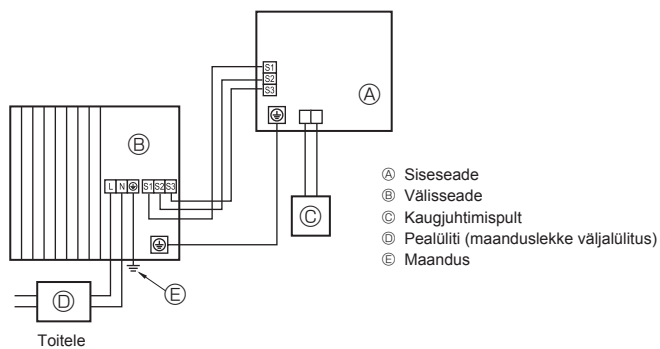
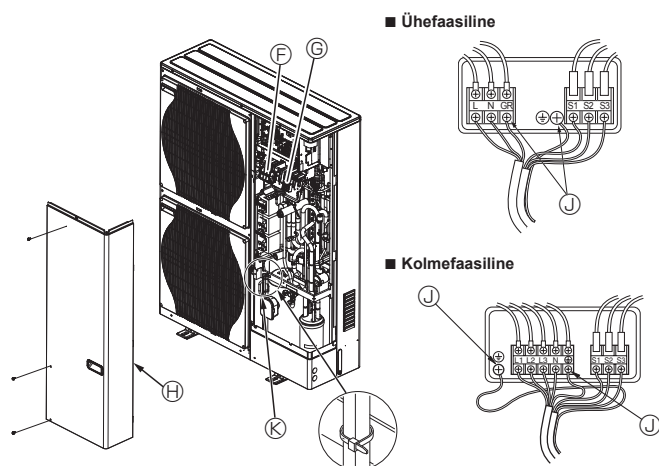

Fig. 5-1
Fig. 5-2
5.1. Välisseade (Fig. 5-1, Fig. 5-2)
- ① Eemaldage hoolduspaneel
- ② Teostage kaabeldus vastavalt Fig. 5-1 ja Fig. 5-2.